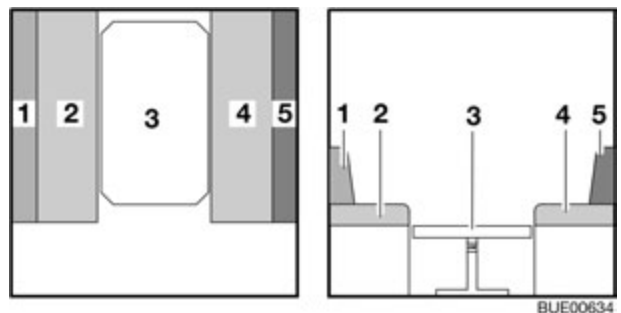

Fig. 102 Durante la transformación
- Tirar de los cojines del asiento (Fig. 102,2 y 4) hacia el centro.
- Colocar los cojines del respaldo (Fig. 102,1 y 5) entre los cojines del asiento y la pared exterior.